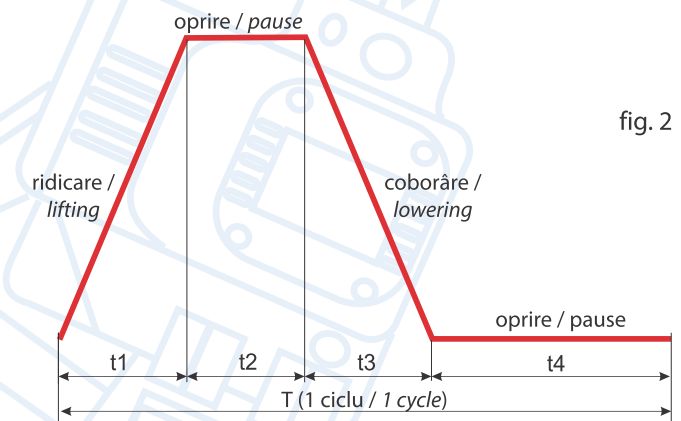

fig. 2
**Randamentul intermitent %ED** (numărul maxim de porniri pe oră) indică raportul admisibil dintre perioada în care motorul este pornit și perioada în care motorul este oprit și pornirile efectuate într-o oră, pentru un palan acționat continuu la 63% din capacitatea sa estimată, așa cum este prezentat în ciclul de mai jos, presupunând că operațiunea a continuat pentru o perioadă scurtă de timp (fig. 2).
This rating indicates the allowable ratio between the time the motor is running and the time the motor is off and the number of motor starts per hour for a hoist operated continuously at 63% of its rated capacity as shown in the cycle below, assuming continuous operation or repeated starting over a long time span (fig. 2).